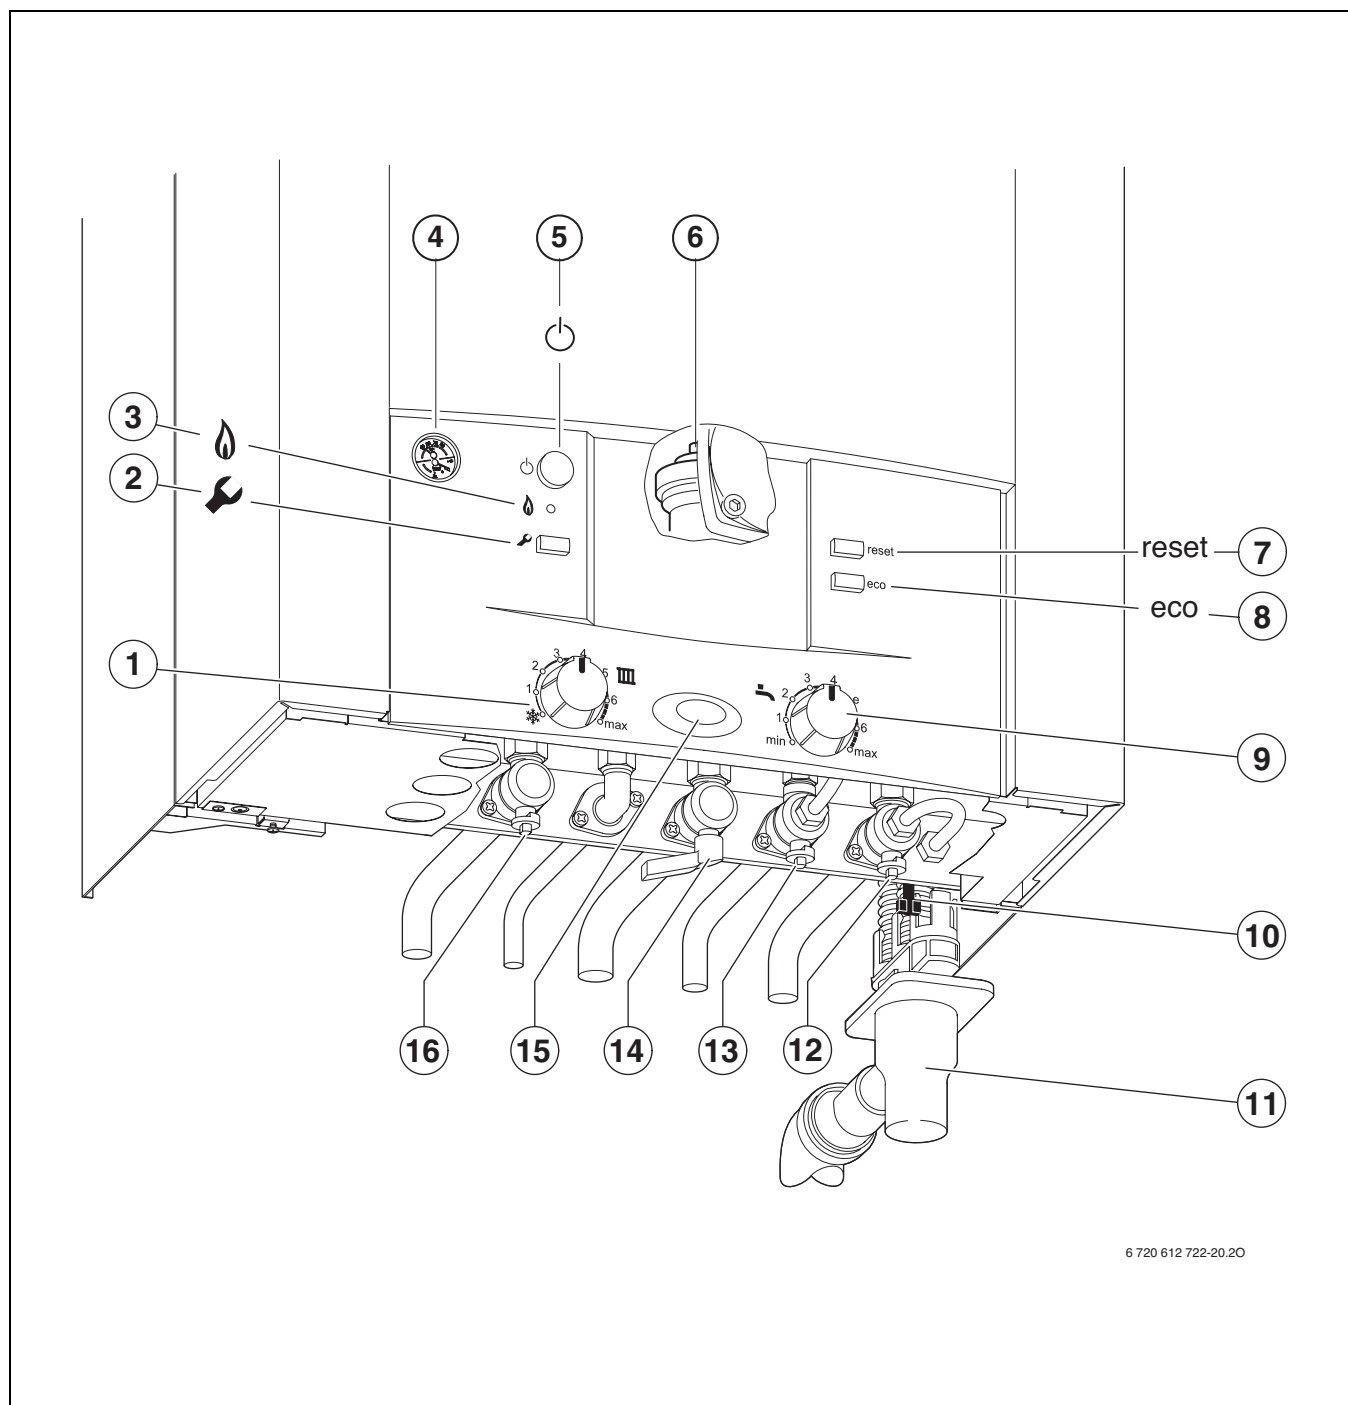

Fig. 31
- ▶ Ouvrir le robinet d'eau froide (→ fig 31, [13]).
- ▶ Ouvrir le robinet de départ du chauffage et le robinet de retour du chauffage (→ fig 31, [12] et [16]), remplir l'installation de chauffage à une pression comprise entre 1 et 2 bars et fermer le robinet de remplissage.
- ▶ Ouvrir le robinet de gaz (→ fig 31, [14]).
- ▶ Ouvrir le purgeur automatique (→fig. 31, [6], page 30).